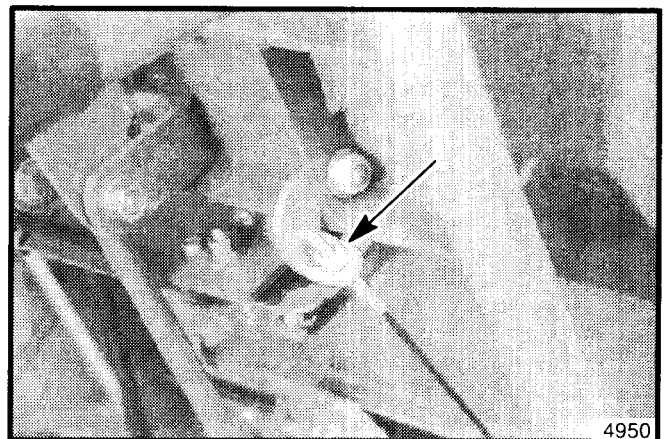

Abbildung 28. Kabeleinstellmuttern
2. Nachdem der Haken eingestellt ist, die zwei Gegenmuttern oben am Kabel lösen (siehe Abbildung 28). Die untere Mutter einstellen, daß sie jeden Durchhang im Kabel aufnimmt. Vorsichtig sein und das Kabel nicht zu fest anziehen oder der Haken hält möglicherweise die Spannergruppe nicht. Die obere Mutter verwenden, um die untere Mutter festzusetzen.